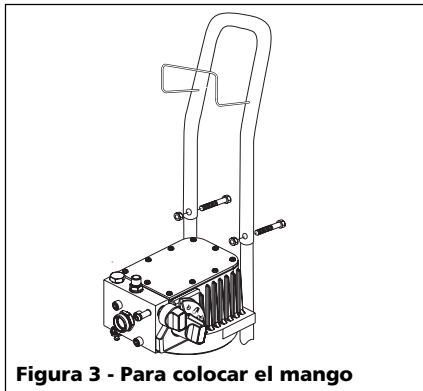

Figura 3 - Para colocar el mango
4. Inserte el mango sobre la carretilla. Introduzca los pernos preensamblados en los orificios. Asegure cada perno con una tuerca. Apriete con una llave. El colgador de la manguera debe estar hacia la bomba (Vea la Figura 3).